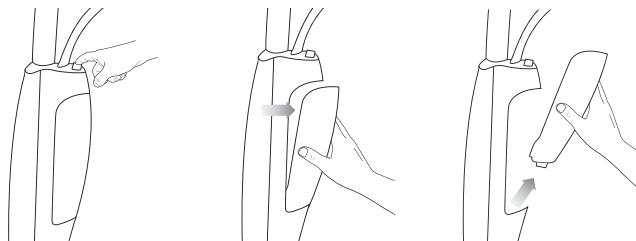

Figura 1
- Presione el botón de liberación del tanque de agua y quite el tanque de agua (Figura 1).